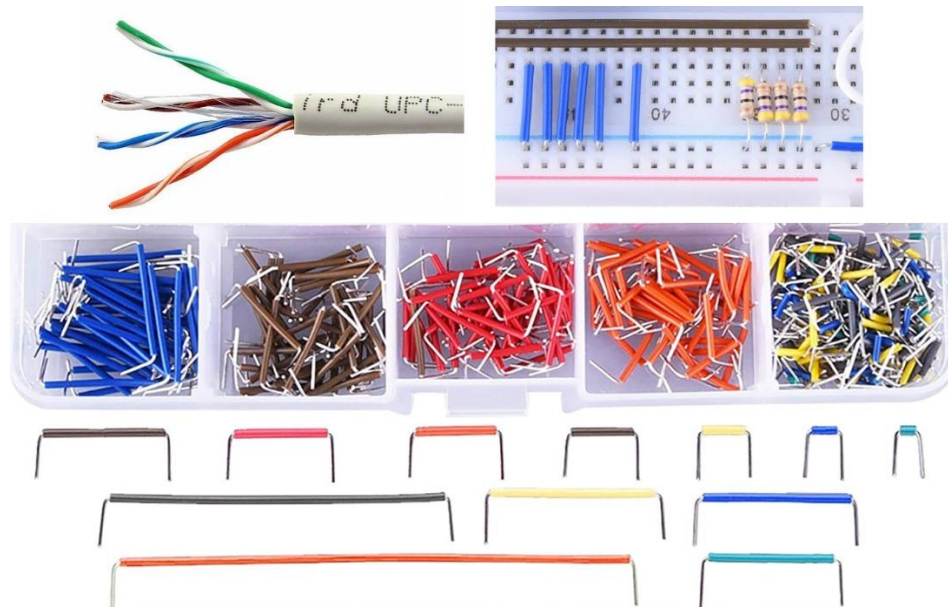

Figura 1. Cables y conexiones en la placa de pruebas (Protoboard)
- *Protoboard* y cables para realizar conexiones. Se recomienda tener un kit de cables de conexión como se muestra en la Figura 1. Evite usar cables tipo *jumper* para conexiones entre componentes de su circuito.
- Realice el montaje del circuito empleando la *protoboard* y los resistores. Tómese una fotografía al montaje y agréguela a su informe. Tenga en cuenta que las conexiones en su *protoboard* deben quedar planas, tal y como se mostró en la Figura 1.